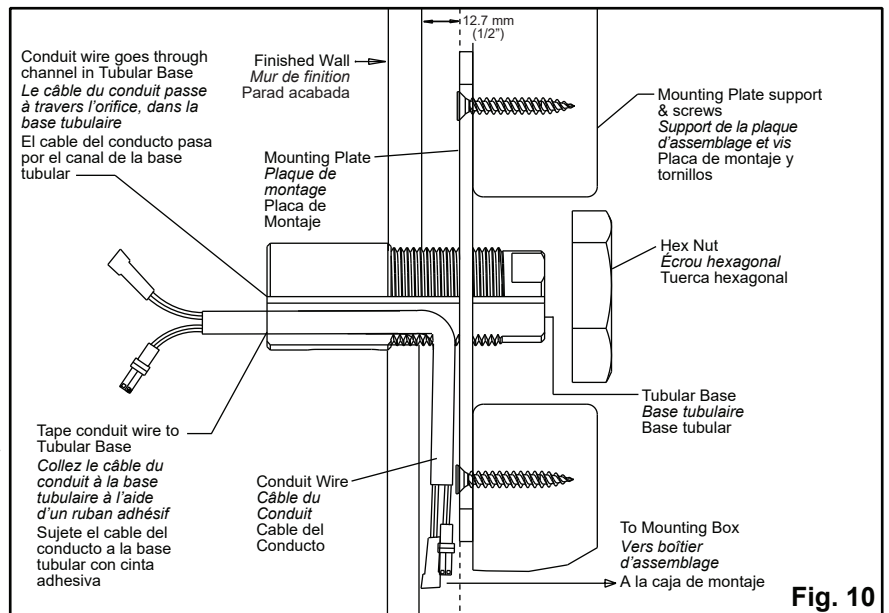

Fig. 10
- Fish the conduit wire along recess in tubular base to prevent it from falling back into the wall cavity. See Figure 10.
- Tirez le câble du conduit le long du creux dans la base tubulaire pour l'empêcher de retomber dans la cavité de mur. Voir la figure 10.
- Tighten hex nut onto tubular base ensuring conduit wire is located in the 1/2" recess between the finished wall and mounting plate. See Figure 10.
- Serrez l'écrou hexagonal sur la base tubulaire en veillant à ce que câble est situé dans le creux de 1/2 po (1,27 cm) entre le mur de finition et la plaque de montage. Voir la figure 10.